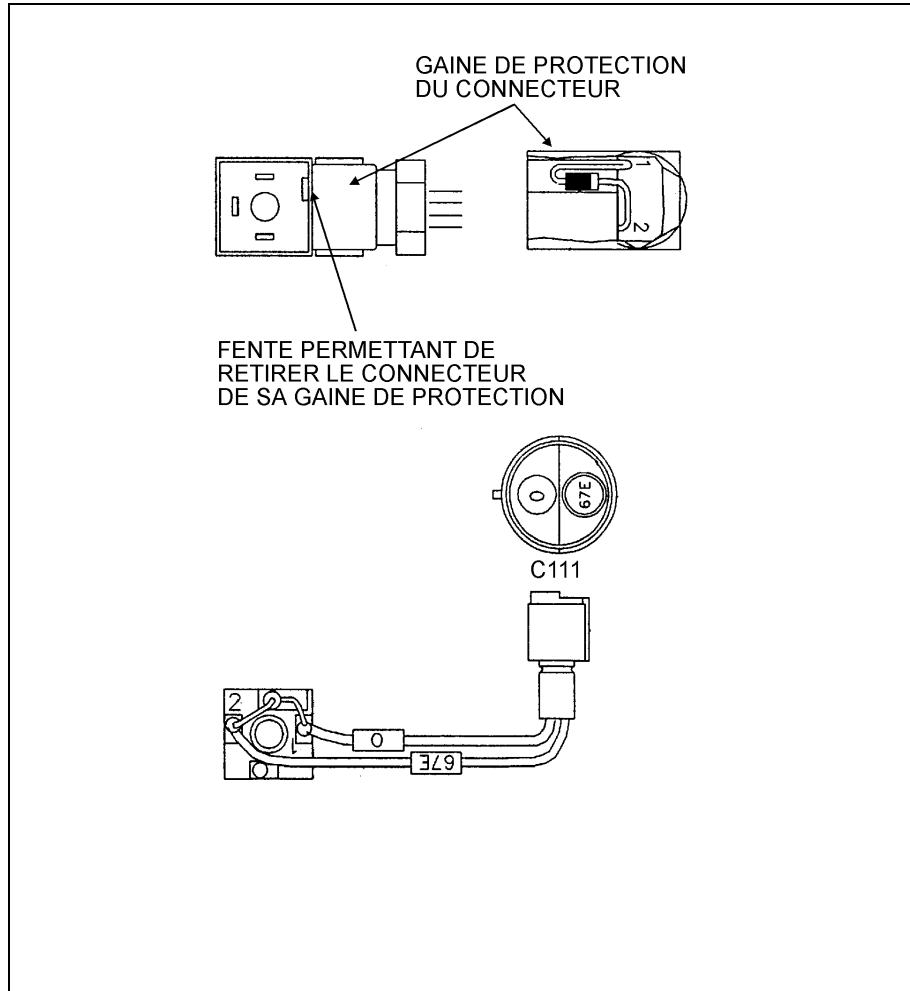

FIGURE 5: CONNECTEUR
7. Entrer un petit tourne vis à lame plate dans la fente du connecteur et utiliser le tourne vis comme levier pour sortir le connecteur de sa gaine de protection (Fig. 5).
8. Installer la diode Prévost # 562353 sur le connecteur Prévost # 562580. Référez-vous à la figure 5 pour le pliage de diode.